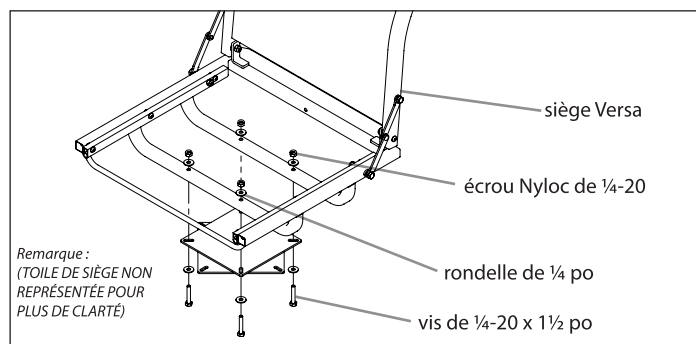

FIGURE 4
7. Trouver le siège Versa (15004), le (1) sachet de petites pièces (15752) et le (1) pivot (15016). Attacher le pivot (15016) au siège Versa (15004) avec quatre (4) vis de ¼-20 x 1-1/2 po, huit (8) rondelles de ¼ po et quatre (4) écrous Nyloc de ¼-20. **VOIR FIGURE 4**